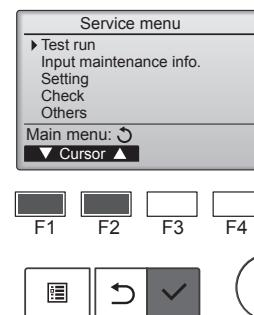

Fig. 7-1
- Selezionare l'opzione "Test run" (Prova di funzionamento) dal Menu di Servizio, quindi premere il pulsante [SCEGLI]. (Fig. 7-1)